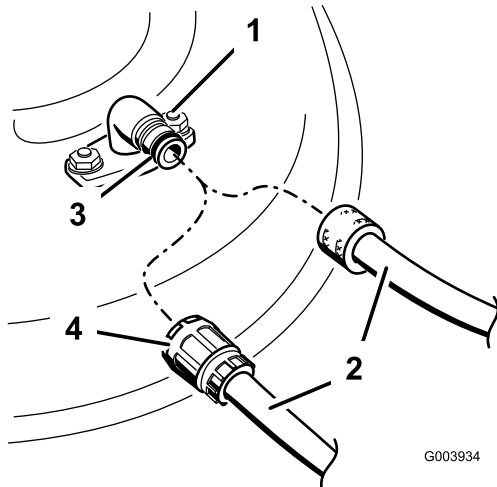

Figure 26
4. Branchez un tuyau d'arrosage au raccord de lavage et ouvrez l'arrivée d'eau à fond (Figure 26).